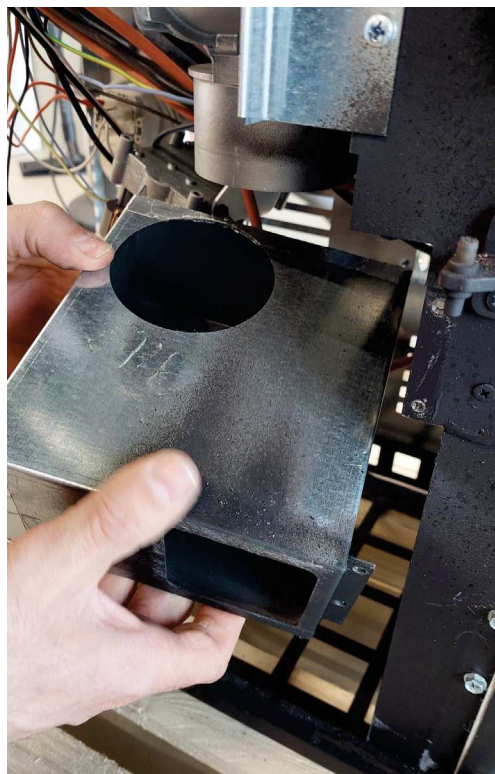

Fig. 40 -.
- Retirez le caisson **Fig. 40**.